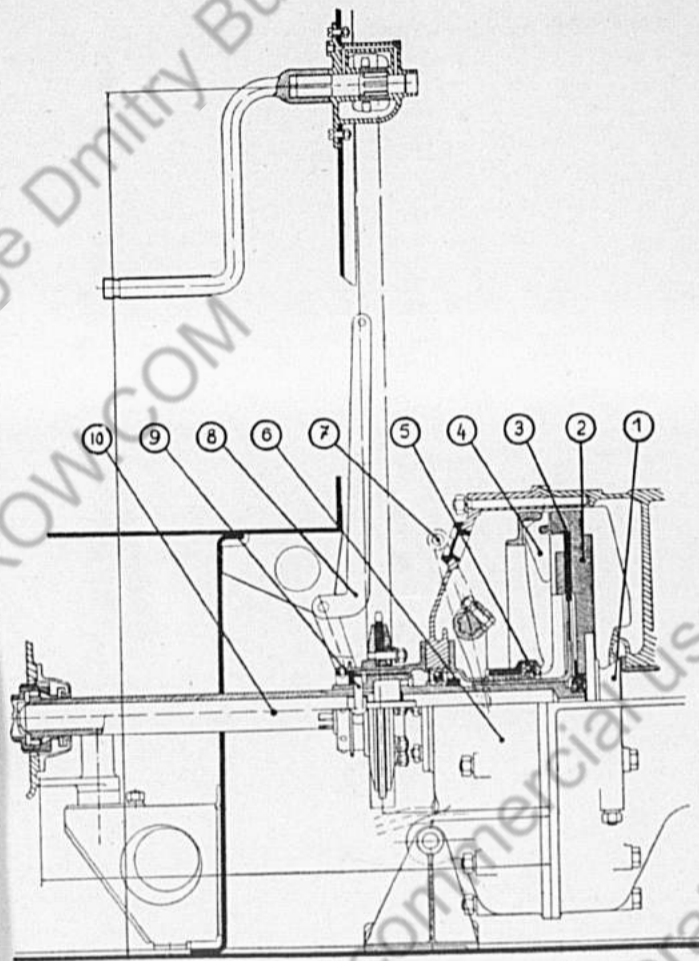

Bild 11.
e) Kupplung (Bild 11)
Auf Bild 11 ist auch das Triebwerk für das Anwerfen von Hand von Wageninnern aus mit dem Hebel 8 zu sehen. Dieses zeigt, wie gerade der Mitnehmerstift in die auf der Welle sitzende Klaua fahrt. Beim Anwerfen von Hand muß der Getriebe-Schalthebel auf Leerlauf stehen und es darf nicht ausgekuppelt werden. Vom Schaltgetriebe gelangt das Schmieröl durch die hohle Welle 10 zu der Kupplung. Durch das Rohr 11 fließt es in den Getriebebaufen zurück.